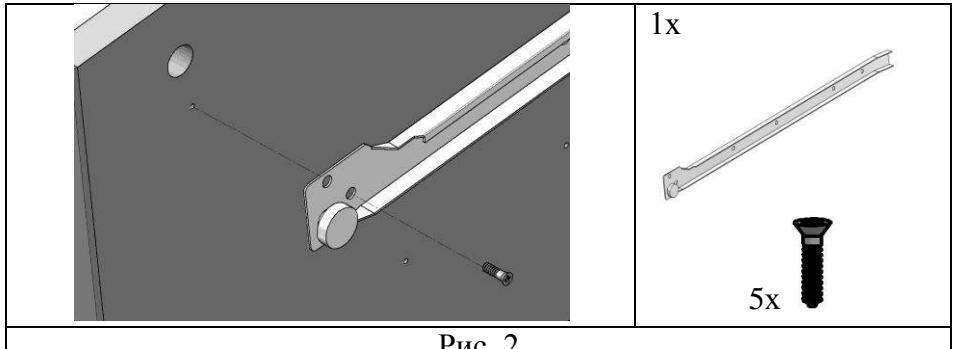

Рис. 2
4.1.2. К боковине левой (поз. 4) прикрутить направляющую роликовую левую L=500 (наружная) (поз. 14.) при помощи евровинтов EC4,0x13 или саморезов с потайголовкой 3,5x16 (поз. 8, пакет №34а), предварительно совместив отверстия с отверстиями в боковине левой (см. рис. 2).